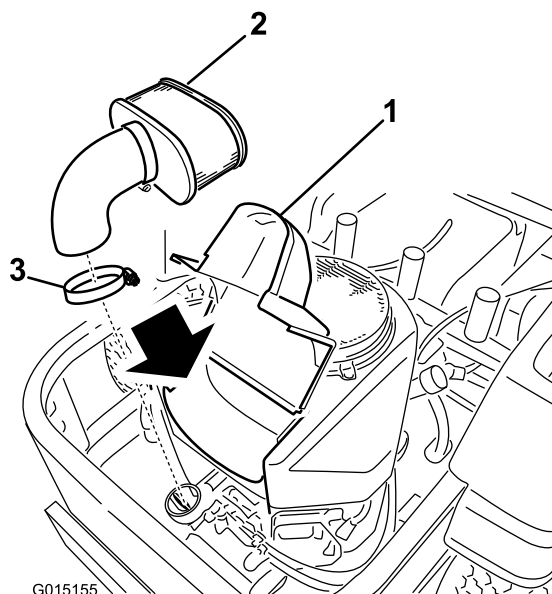

Figura 43
3. Para evitar qualquer dano, limpe à volta da cobertura do filtro de ar para impedir a entrada de impurezas para o interior do motor. Levante a cobertura e remova o dispositivo de abraçadeira de tubos que fixa a estrutura de filtro do ar ao motor (Figura 43).
4. Solte o dispositivo de abraçadeira de tubos e retire o elemento de papel (Figura 43).